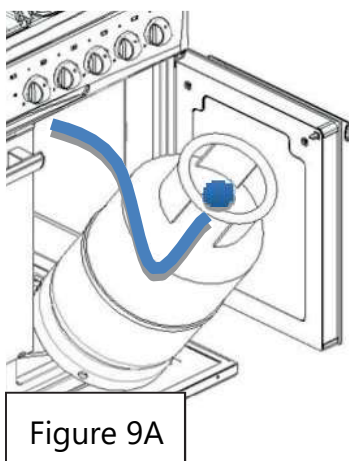
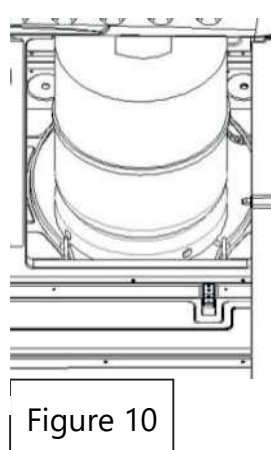

Figure 9A
Figure 10
- Placez la bouteille à l'intérieur de l'armoire, en plaçant d'abord la partie inférieure (voir figure 9A), puis la partie supérieure (Figure 10).